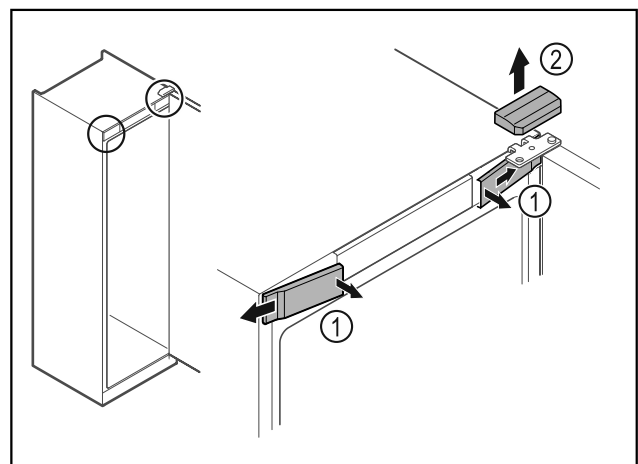

Fig. 6
- Décrocher les caches avant Fig. 6 (1) du côté intérieur et les retirer vers l'extérieur.
- Retirer le cache supérieur Fig. 6 (2) vers le haut.